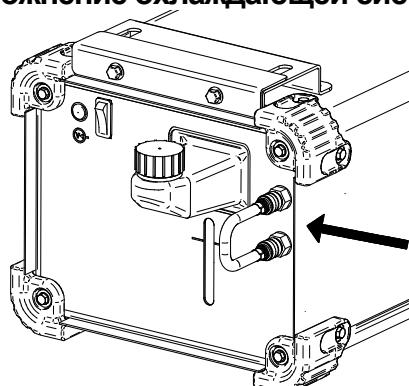

Рис. 5.
- Подсоедините шланг с водяным штуцером быстрого соединения (входит в комплектацию оборудования) к выпускному патрубку охладителя и выходному разъему (Рисунок 5).